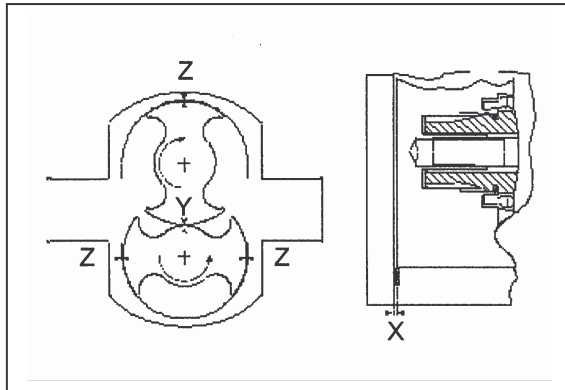

Figure 18 Mesure des cales / du jeu
Dans les pompes Hy-Line et Ufimc, le jeu entre les rotors et le corps est très faible et contrôlé avec soin - la Fiche de Performances donne tous les détails. Si les jeux sont incorrects, il est possible de les régler comme suit : (voir figure 18).
- d) Mesurer l'épaisseur du jeu de cales de chaque arbre et calculer l'épaisseur à ajouter ou à enlever pour obtenir le jeu spécifié dans la Fiche de Performances. Les cales sont disponibles en épaisseur 0,025 mm. (voir la figure 18).